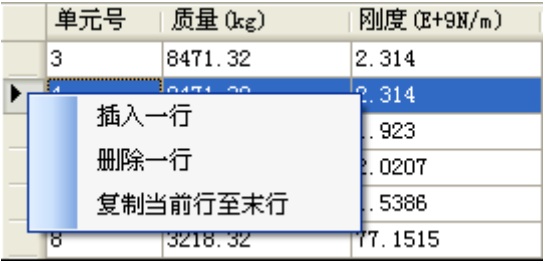

图 4.4 轴系单元表格数据操作
- (5) 在轴段数据表格编辑框中可以进行单元（行）操作：插入一行、删除一行、复制当前行至末行。先用鼠标点击行首以选中一行，再在行首处按鼠标右键弹出操作菜单（如图 4.4），再点击要操作的菜单项，轴系当量图也跟着改变。